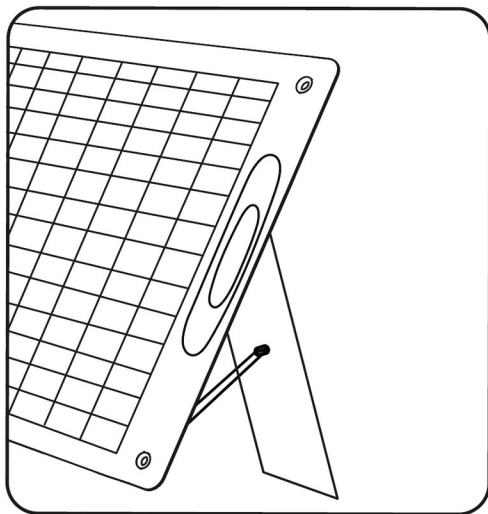

FIG. 3 — Ajuste de la inclinación mediante el soporte trasero
- 2) Ajuste la inclinación del panel con el soporte trasero hasta que los rayos del sol incidan lo más perpendicularmente posible sobre los módulos (FIG. 3).